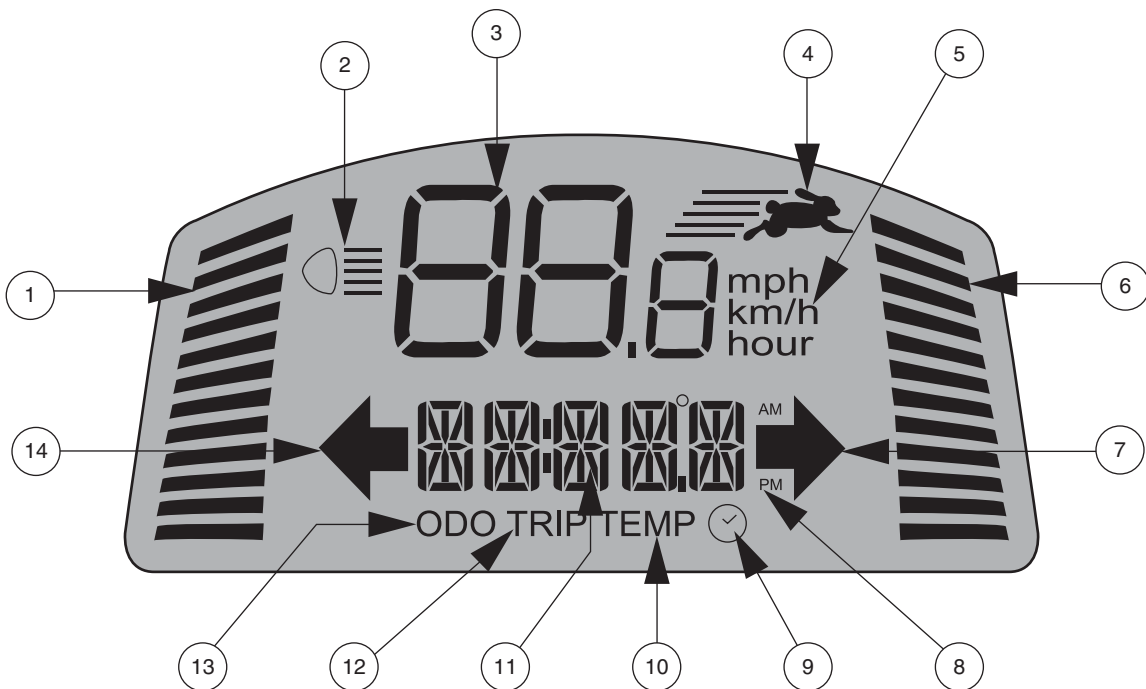

Figura 2. Pantalla LCD
- Presione el botón **Alta-baja** una vez para configurar el ajuste de velocidad a alta. El indicador Alta-baja aparecerá en la pantalla LCD. **Ver la figura 2.** El uso de esta configuración junto con los botones de ajuste de la velocidad permitirá que el vehículo PMR llegue hasta la velocidad máxima preprogramada para el vehículo PMR.
Estos botones de ajuste le permiten preseleccionar y limitar la velocidad de su vehículo PMR. Esto se señala a través del indicador de velocidad máxima en la pantalla LCD. **Ver la figura 2.**
NOTA: Cuantas más barras aparezcan en el indicador de velocidad máxima, más rápida será su velocidad máxima preseleccionada. Ver la figura 2.
El panel de control LCD ofrece información de retroalimentación a través de la intuitiva pantalla LCD. Ver la figura 2. La pantalla LCD también se usa durante la instalación (activación) de las distintas configuraciones del panel de control. See el cuadro 1.